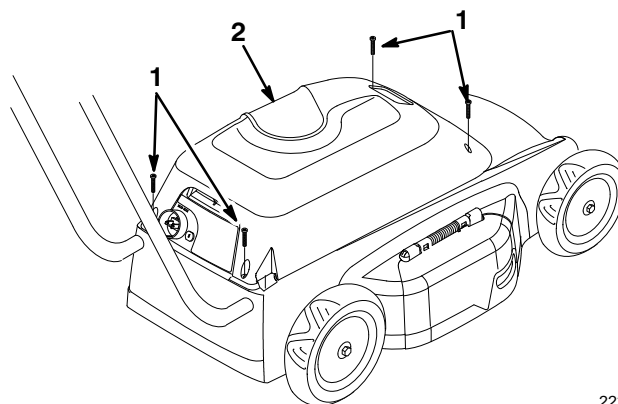

Figure 20
- Retirer le capot (Fig. 20) et débarrasser l'intérieur des débris à l'aide d'une brosse, d'un aspirateur ou d'air comprimé.